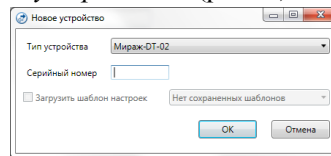

Рис. 9 Окно Новое устройство
- ✓ **Самостоятельный.** В поле *A* нажать правой кнопкой мыши и выбрать пункт *Добавить устройство*, в результате чего откроется окно *Новое устройство* (рис. 9).